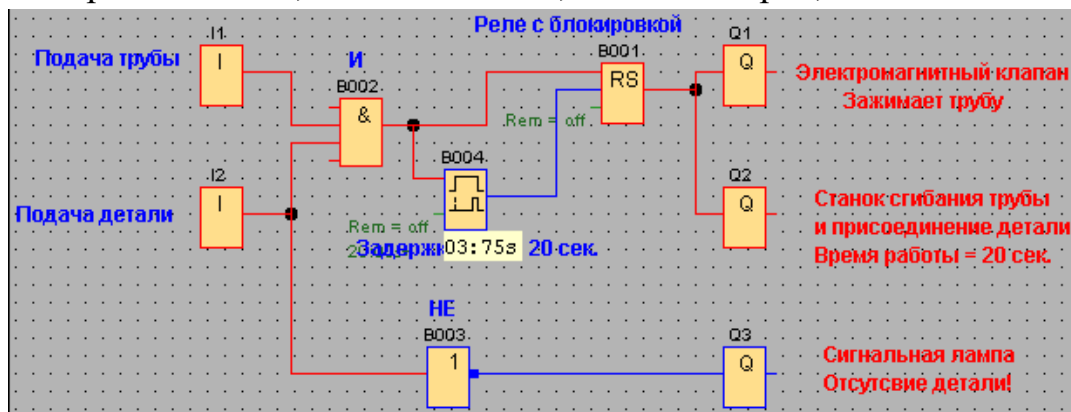

Рис. 25 Управление производственным процессом
1) Т.к. технологический процесс должен запуститься только в случае подачи трубы и детали (I1 и I2), то сигналы с входов I1 и I2 подаем на логический элемент И — дальше на «Реле с блокировкой» и на выходы (производственные станки) Q1 и Q2 (рис. 25).
2) По условию задачи изгиб трубы и присоединение детали (производственный цикл) должен происходить 20 секунд — добавим элемент «Задержка включения = 20 сек.» и подадим сигнал на Сброс элемента «Реле с блокировкой» (рис.25).